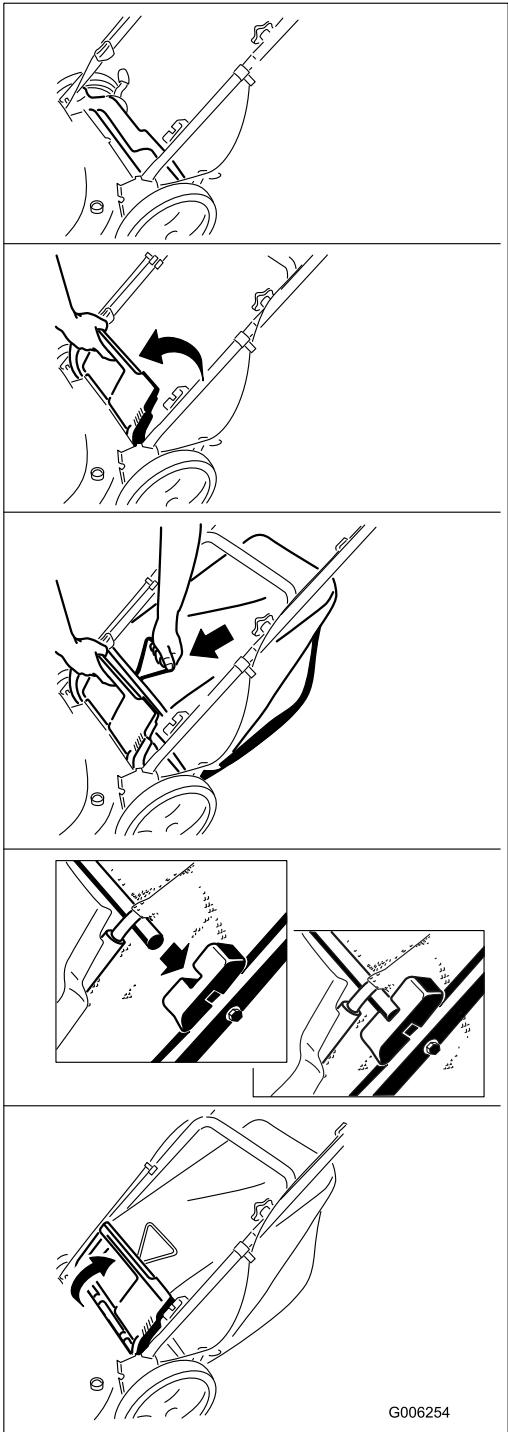

Bild 19
2. Montieren Sie den Grasfangkorb (Bild 19).